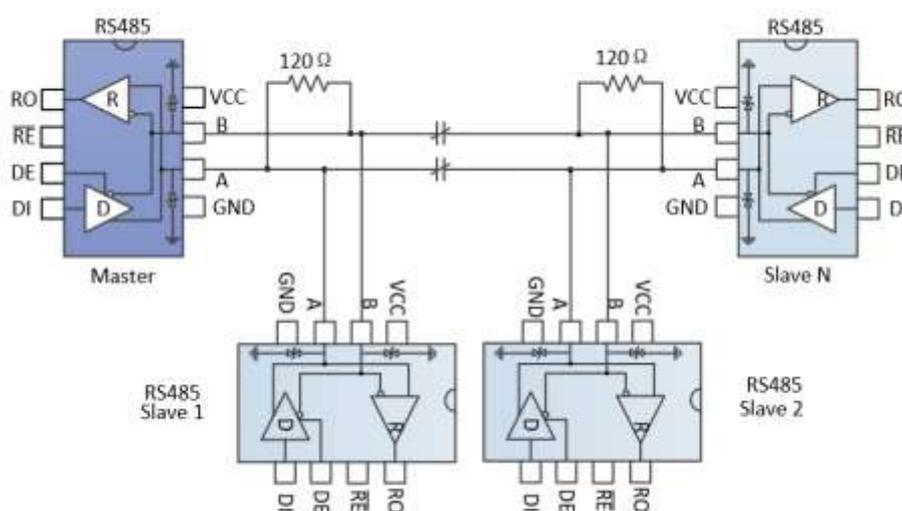

图 9 总线式 RS485 半双工通讯网络
4.1 总线式组网：SP485EEN-L/TR RS485 收发器设计用于多点总线传输线上的双向数据通信。图 9 显示了典型网络应用电路。这些器件也能用作电缆长于 4000 英尺的线性转发器，为减小反射，应当在传输线两端以其特性阻抗进行终端匹配，主干线以外的分支连线长度应尽可能短。